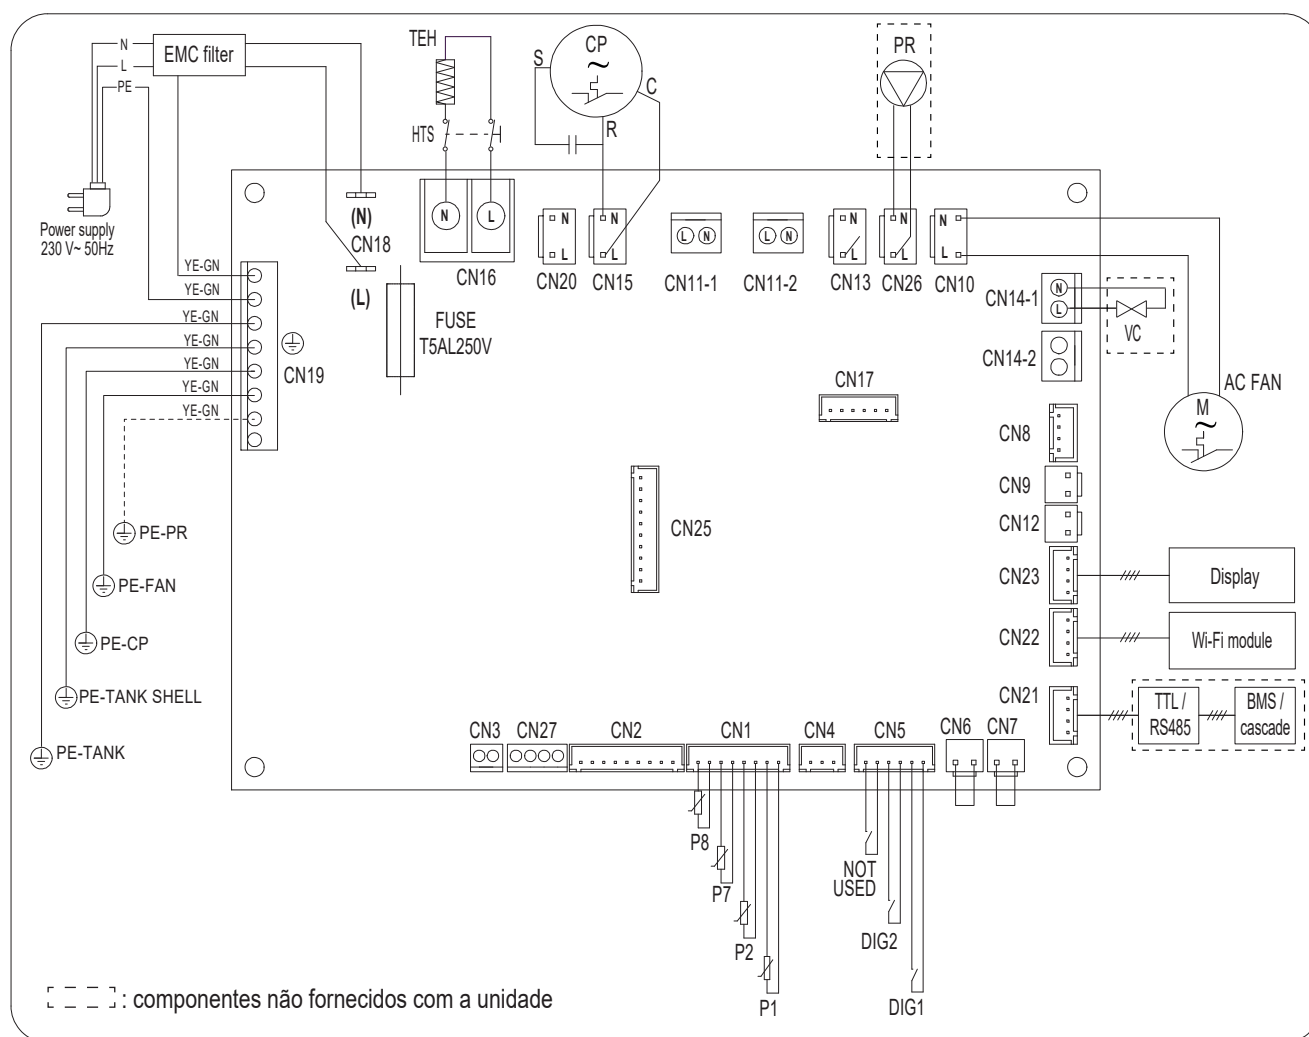

fig. 70 - Esquema elétrico do equipamento
- 1) A bomba de recirculação (part. 16) deve ser ligada ao borne CN26 da placa principal master (ref. "fig. 70 - Esquema elétrico do equipamento" a pagina 242).
- 2) Instale uma válvula solenóide normalmente aberta (peça. 19) para cada unidade da cascata. A válvula deve ser ligada ao terminal CN14-1 (ref. "fig. 70 - Esquema elétrico do equipamento" a pagina 242) da placa mãe de cada unidade.